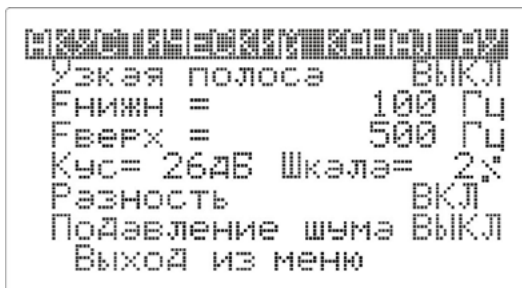

Рисунок 9 – Экран меню канала «АУ»
4.8.2. Экран меню канала «АУ» (Рис. 9).